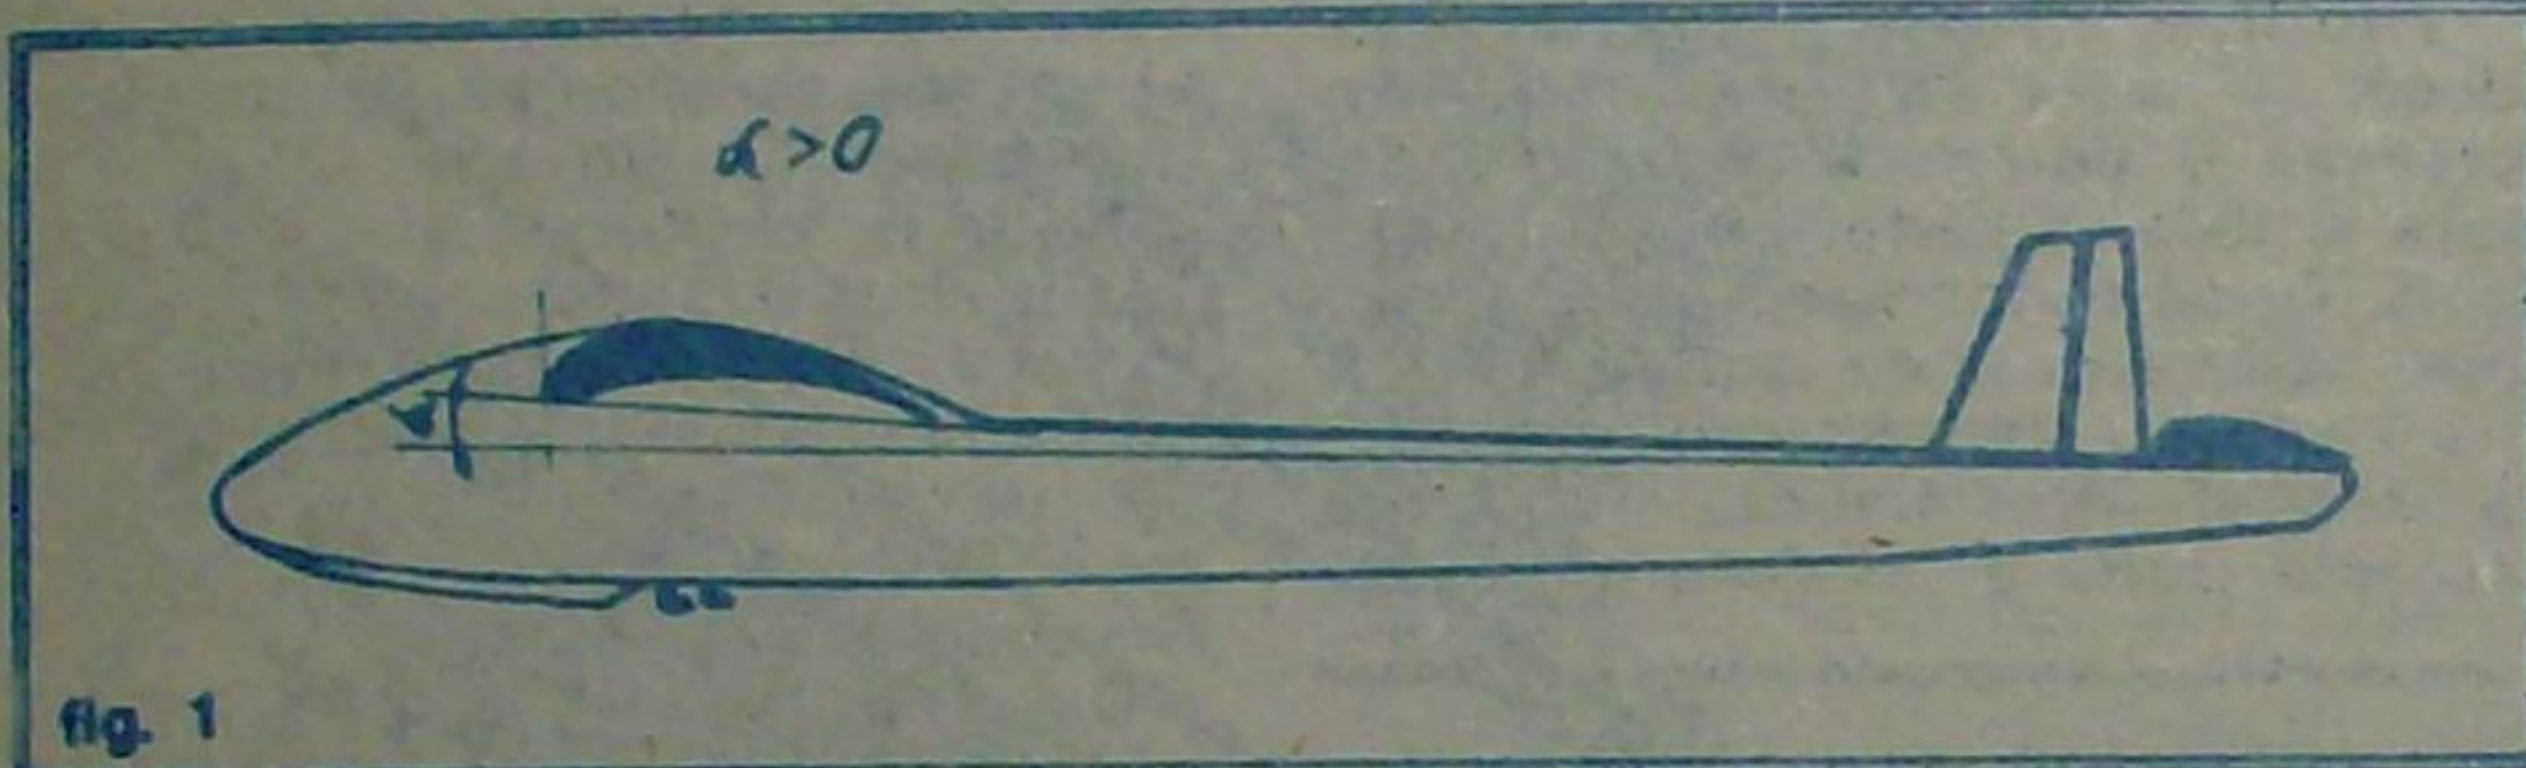

fig. 1
Cum se procedează? Considerând ca aeromodelul este complet terminat (impinzit, lăcuit) se fac anumite măsurători strict necesare. Cu o riglă lungă se va trage o linie fină în prelungirea dreptei care unește bordul de atac și bordul de fugă al stabilizatorului (ampenajul orizontal) fixat în poziție de zbor (fig. 1) apoi se va măsura la verticala bordului de atac și a bordului de fugă a aripii, distanța pînă la linia trasă pentru a afla unghiul de incidență realizat din construcție. Acest unghi se poate determina pe cale grafică.
— **desenarea cu cornul** (fig. 1) în care se folosește un corn de vită scobit pe dinăuntru, la capăt prinsă o pană tăiată de gîscă și un fir de pal, pentru ca vopseaua din corn să se scurgă încet prin pană. Vasul pus pe roată se învîrtește, iar culoarea ce se scurge din corn trasează cercuri, spirale, avînd toate liniile regulate. Pentru fiecare culoare se folosește un corn propriu.
• Cum se poate găuri sticla? Locul în care urmează a se realiza orificiul se spală bine de impurități: grasimi cu benzină, acetonă sau spirt. Apoi, pe locul spălat, se presară nisip fin și umed; cu ajutorul unui bețisor ascuțit se face în nisip o urmă conică, pînă la nivelul sticlei. În forma pregătită din nisip se toarnă plumb sau cositor topit (fig. 1). Peste 1—2 minute nisipul poate fi aruncat, iar conul metalic înălțat. În sticlă va apare un orificiu de formă circulară regulată.